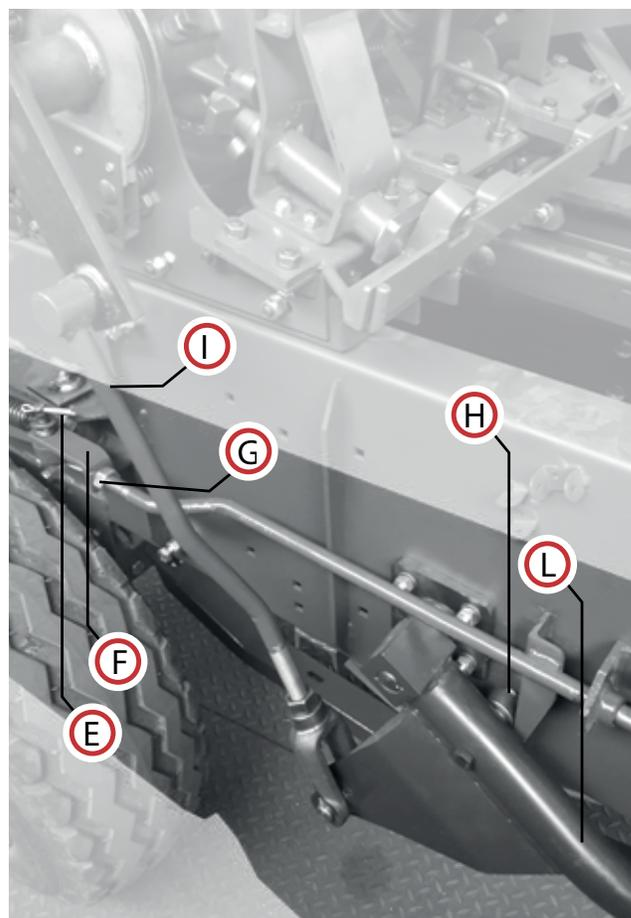
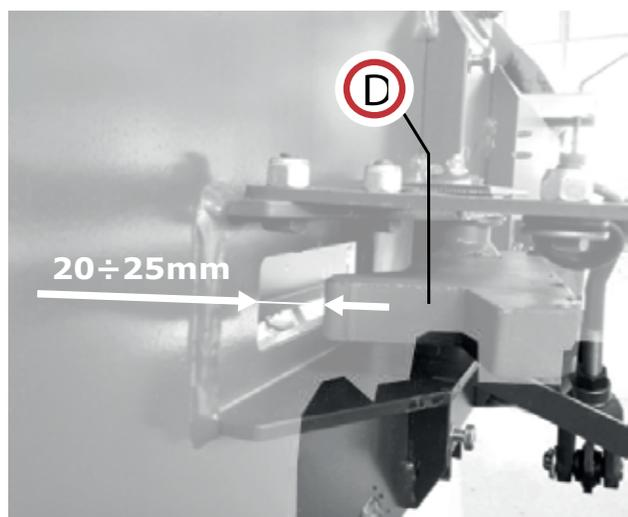
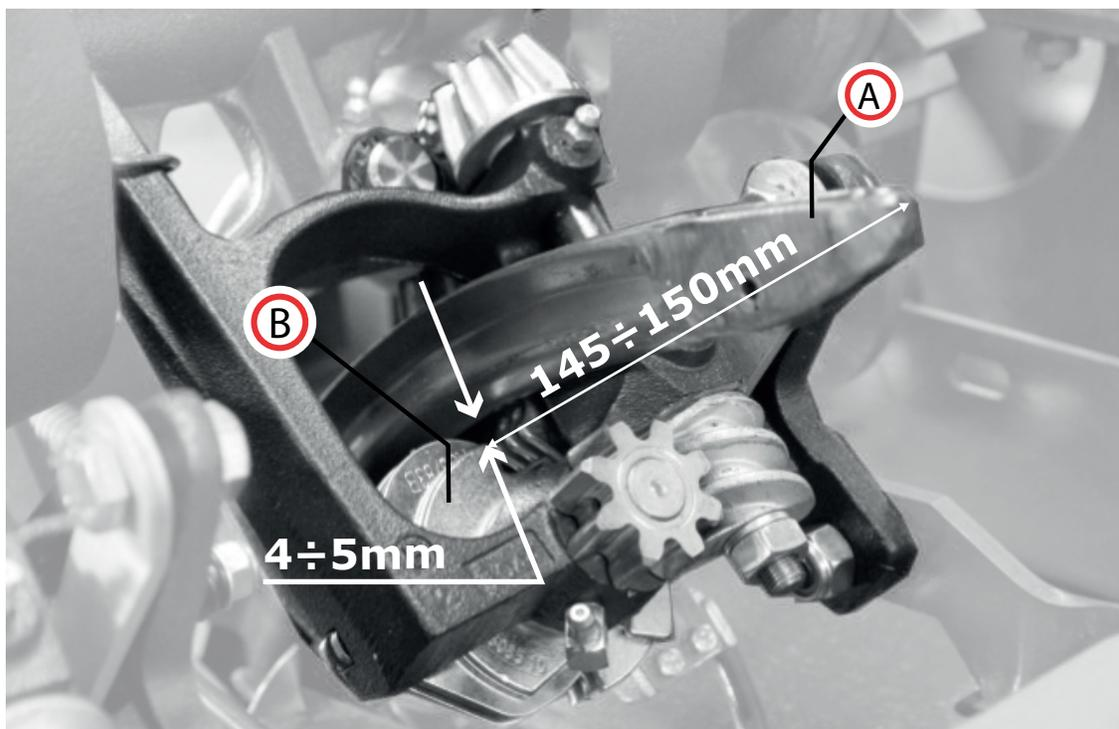

Fig.15b
Fig.15
Fig.21
Todas las máquinas Cicoria están completamente equipadas con dispositivos de seguridad y protección y la barra de bloqueo (D) (Fig. 15) es una de ellos. Ha sido ensamblada en el lado izquierdo de la máquina y ha sido diseñada para bloquear la carrera del pistón.
1. Vuelva a colocar el brazo de la aguja (L) en reposo como se indica en la (Fig. 15b).
2. La barra de acoplamiento (I), que está conectada directamente al rodillo (H), mantiene la barra de bloqueo fuera de la cámara de compresión.
3. En este punto, establezca la distancia de entre **20 y 25 mm** entre la barra de bloqueo y el costado de la cámara de compresión (Fig. 15).
2. Empuje las agujas hacia arriba (A) (Fig. 21) y asegúrese de que en el borde del marco del anudador y que su distancia desde el disco de hilo, que puede regularse con los tornillos adecuados, sea de entre **4 y 5 mm** (Fig. 21).
3. Asegúrese de que el extremo de cada aguja, cuando esté al máximo de la corrida, esté entre **145 y 150 mm** del disco de hilo (Fig. 21). Puede regularlo utilizando la horquilla de la barra de acoplamiento (I) (Fig. 15b página 78).